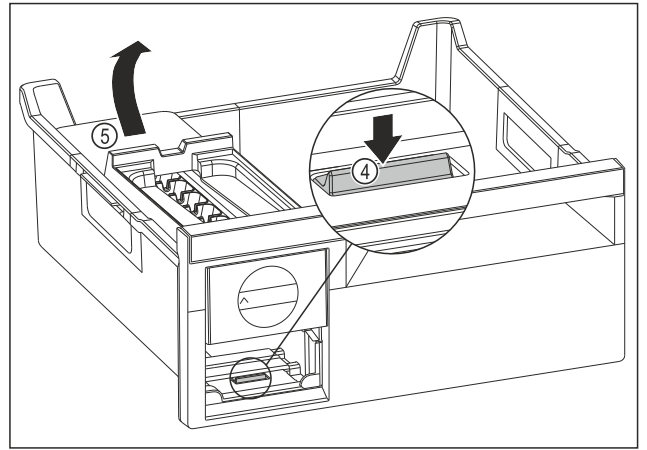

Fig. 141
- ▶ 取出 EasyTwist-Ice 机身：用手指朝下按压接片 Fig. 141 (4) 并同时从后面用另一只手提升 EasyTwist-Ice 机身 Fig. 141 (5)。